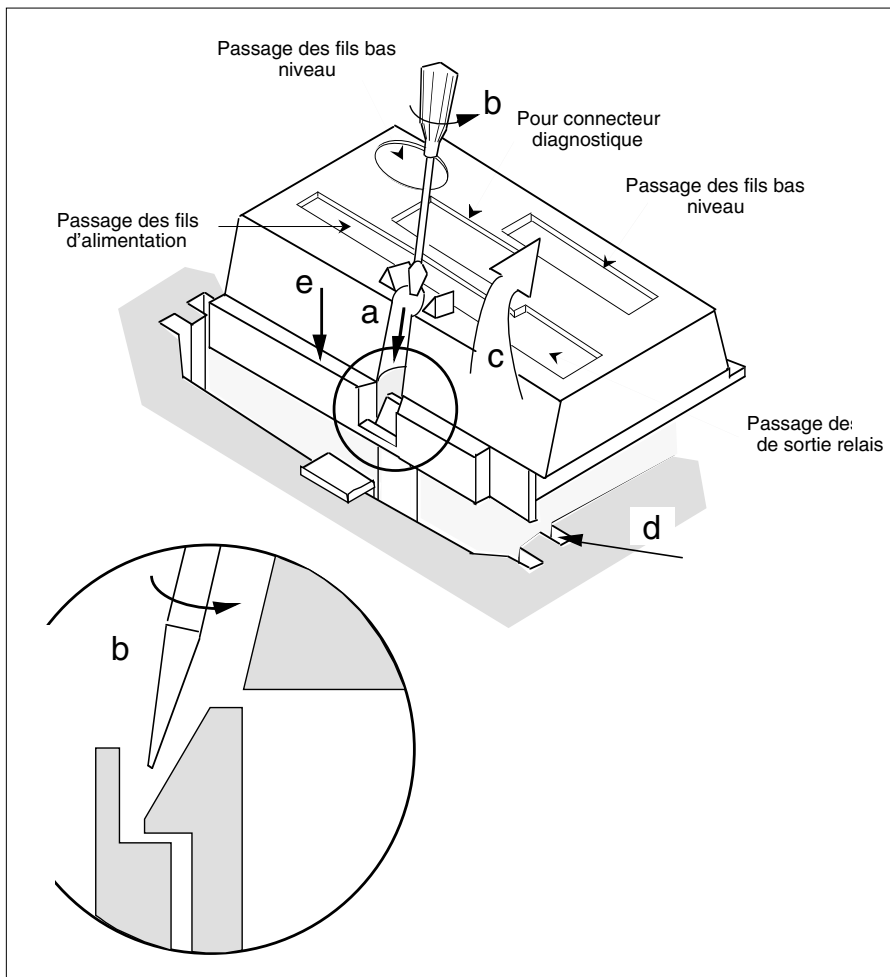

Figure 3-5 Enlèvement du capot
- Glisser un tournevis entre les deux centreurs situés en partie arrière et l'amener en butée vers le bas (voir figure 3-5).